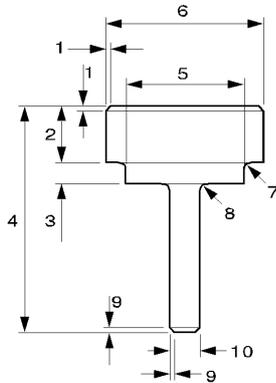

Ilustración 49
2. Si es necesario, se puede fabricar una herramienta adecuada. Vea la ilustración 49. Vea también la tabla 8 y vea las dimensiones adecuadas en la tabla 9.